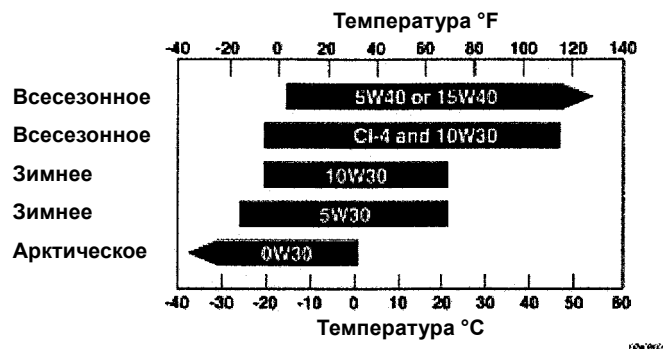

Рис. 1: Рекомендуемые масла с вязкостью по SAE в зависимости от температуры окружающей среды
Фирма Камминз рекомендует использовать загущенное масло 15W-40 для нормальных условий эксплуатации при температурах выше -15°C. Использование загущенного масла позволяет уменьшить образование отложений, улучшить проворачивание коленчатого вала при низкотемпературных условиях работы и, обеспечивая нормальную смазку двигателя, увеличивает его продолжительность эксплуатации при высокотемпературных условиях работы. Расход загущенного масла на 30% ниже, чем незагущенного, поэтому для того, чтобы двигатель отвечал нормам по выбросу выхлопных газов, следует использовать именно загущенное масло. При работе в районах с холодным климатом предпочтительнее использовать масло 15W-40, хотя возможно и применение смазочных материалов с меньшей вязкостью. См. рис. 1: Вязкость масла по SAE при нормальных температурных условиях.
**Требование 10W30 по SAE касается только вязкости. Соответствие масла этому параметру не означает, что продукция удовлетворяет требованиям фирмы Камминз. На двигателях фирмы Камминз можно использовать только те масла 10W30, которые отвечают рекомендациям, приведенным в таблице 1, при условии, что температура наружного воздуха соответствует значениям, указанным на рис. 1. В температурном диапазоне масел 15W40 можно применять масла 10W30 только при условии, что они отвечают требованиям ТУ 20078 (API CI-4).**
Некоторые поставщики масла утверждают, что использование масел низкой вязкости позволяет снизить расход топлива. Однако масла с низкой вязкостью образуют слишком тонкую масляную пленку. Поэтому фирма Камминз рекомендует, чтобы высокотемпературная/высокоподвижная вязкость масел xW30, отвечающих требованиям ТУ 20078 (API CI-4), **должна** быть не более 3,5 сСт. Такие масла могут быть использованы в более широком температурном диапазоне, чем масла 10W30 или 5W30. Поскольку масла этой категории образуют более тонкую масляную пленку, чем масла 15W40, то при температуре наружного воздуха более 20°C **следует** использовать высококачественные фильтры Fleetguard®. Рекомендации по выбору вязкости масла представлены на рис. 1.
Фирма Камминз рекомендует использовать загущенные масла с учетом температуры окружающей среды, выбирая их вязкость согласно рис.1. На рисунке представлены масла **наиболее** подходящей вязкости.